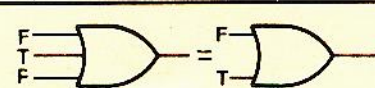

FIGURA 10-3
- $F + T + F = F + F + T = F + T$  (veja a figura 10-3).